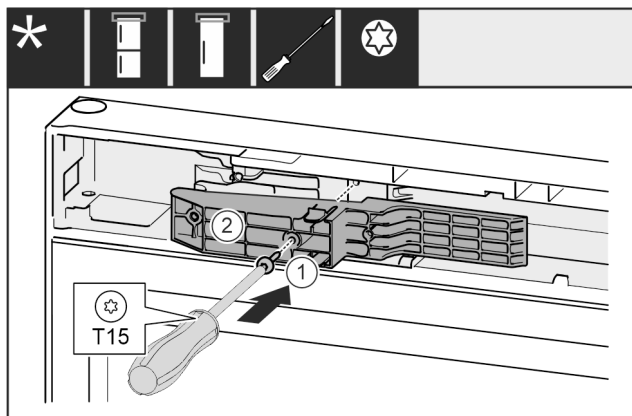

Fig. 70 *
- ▶ Vložte adaptér Fig. 70 (1) na strane rukoväti do vybrania.*
- ▶ Pevne utiahnite skrutku Fig. 70 (2) skrutkovačom.*